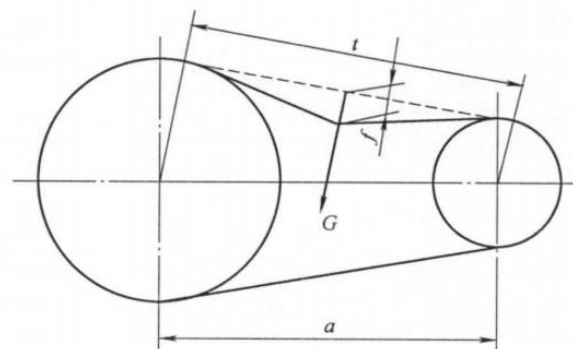

图 12-9 同步带安装挠度
- 步骤7. 调整同步带至合适的张紧力（如图 12-9）；同步带频率 96-100 Hz，亦可采用压力法测量，压力 $G=1.7\text{ N}$ ，变形 $f=3.2\text{ mm}$ 。
步骤7. 调整同步带至合适的张紧力（如图 12-9）；同步带频率 101-106 Hz，亦可采用压力法测量，压力 $G=0.9\text{ N}$ ，变形 $f=2.2\text{ mm}$ 。